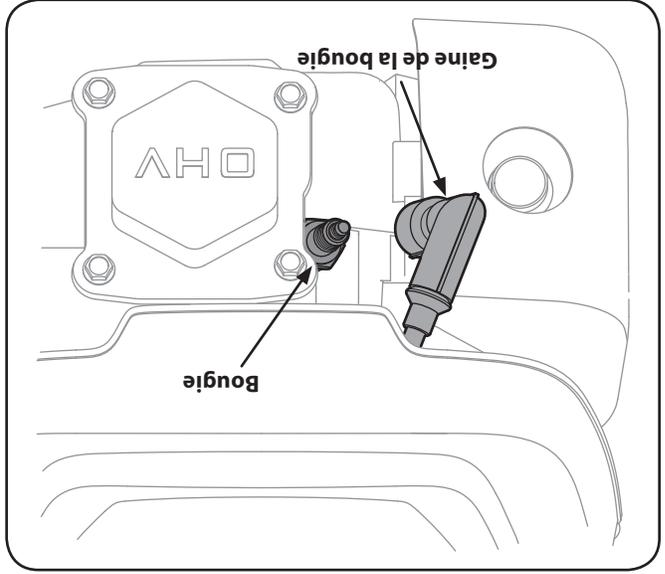

Figure 6-6
1. Dégagez la gaine de la bougie et utilisez une clé à bougie pour la démonter. Voir la Fig. 6-6.